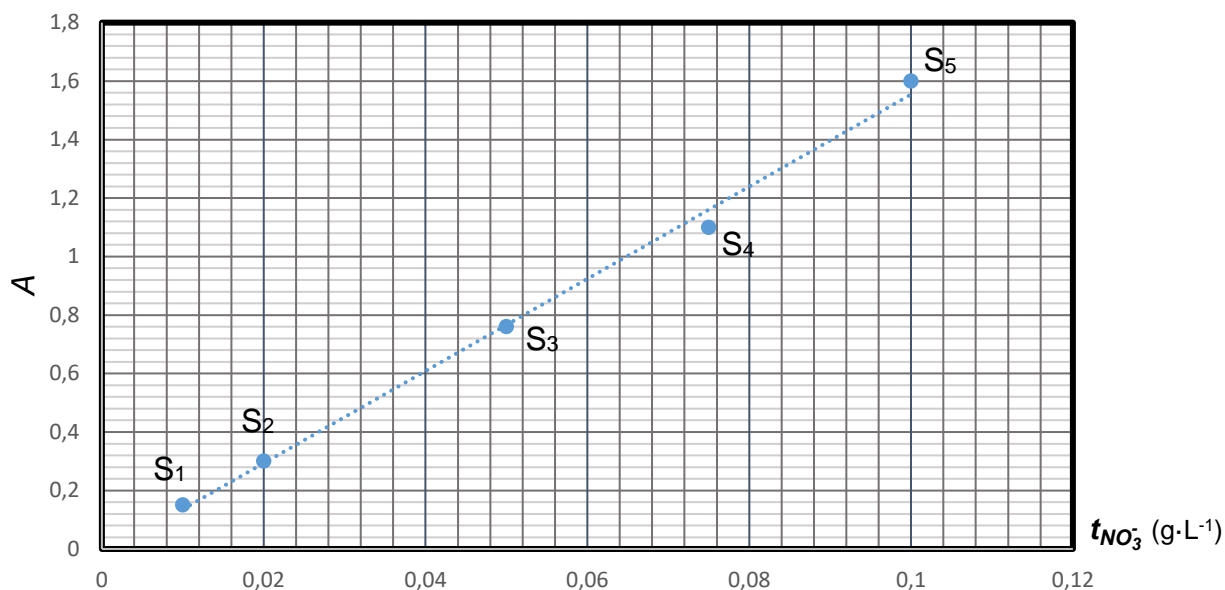

Figure 1. Courbe d'étalonnage des ions nitrate, NO_3^-
On mesure ensuite l'absorbance A des différentes solutions filles à une longueur d'onde λ judicieusement choisie, puis on trace le graphe de l'absorbance A en fonction de la concentration en masse en ions nitrate $t_{\text{NO}_3^-}$ (**figure 1** ci-dessous).
2. Utiliser la **figure 1** pour déterminer la concentration en masse en ions nitrate t_1 de l'eau analysée.